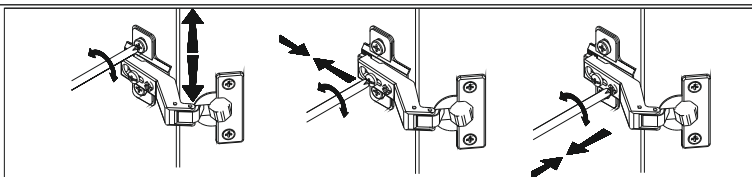
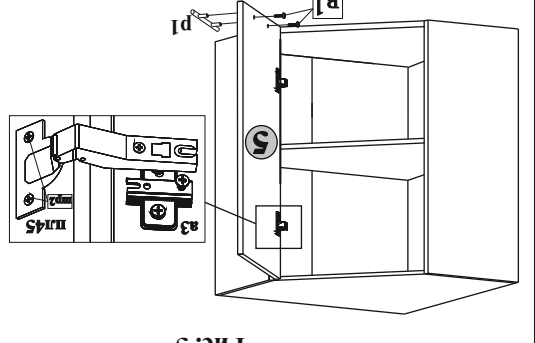

Рис. 6
Рис. 5
- 5.8. Положить дверь **5** на ровную поверхность и закрепить на ней петли шарнирные **пл45** шурупами **шр2** при помощи крестообразной отвертки. Досверлить отверстия под ручки в зависимости от открывания дверей. Диаметр отверстия под ручку **5** мм! В сквозные отверстия на дверях **5** с внутренней стороны вставить винты, снаружи совместив отверстия ручки **р1** с резьбой винтов, вкрутить винты при помощи крестообразной отвертки, придерживая ручку (рис.5).
- 5.10 Навесить двери на корпус шкафа, соединив между собой петли **пл45** и направляющие петель **а3** (рис.5). Отрегулировать положение дверей при помощи винтов (рис.6).